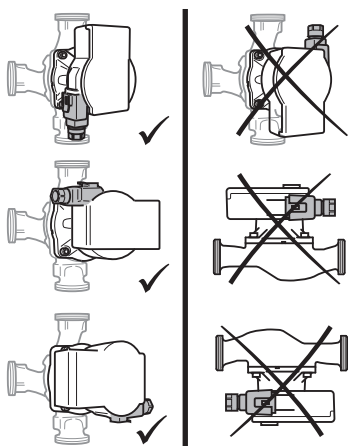

Fig. 2: Montavimo padėtyš
- Montavimo vieta turi būti pasirenkama atsižvelgiant į leidžiamą montavimo padėtį (Fig. 2).
- Turi būti atsižvelgiama į leidžiamą siurblio montavimo padėtį (Fig. 2), jeigu reikia pasukamas variklio korpusas (2+6).
- Atsižvelkite į leidžiamą siurblio montavimo padėtį (Fig. 2) ir ant siurblio korpuso nurodytą tekėjimo kryptį (1).
- Įsukami 4 korpuso (5) varžtai.